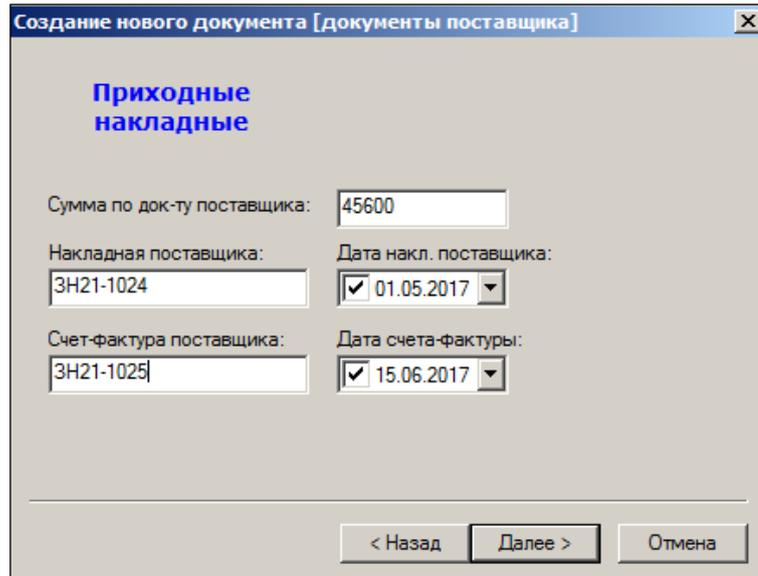

Рисунок 13 – Создание приходной накладной (6)
7. Заполнить поля открывшейся формы (Рисунок 13).